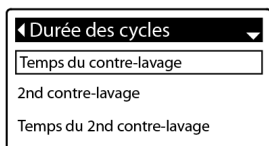

FIG.62
5. Appuyez sur SELECT (O) pour afficher le menu Durée des cycles (Figure 62).
9. Appuyez sur SELECT (O). L'affichage reviendra au menu Durée des cycles (Figure 62).